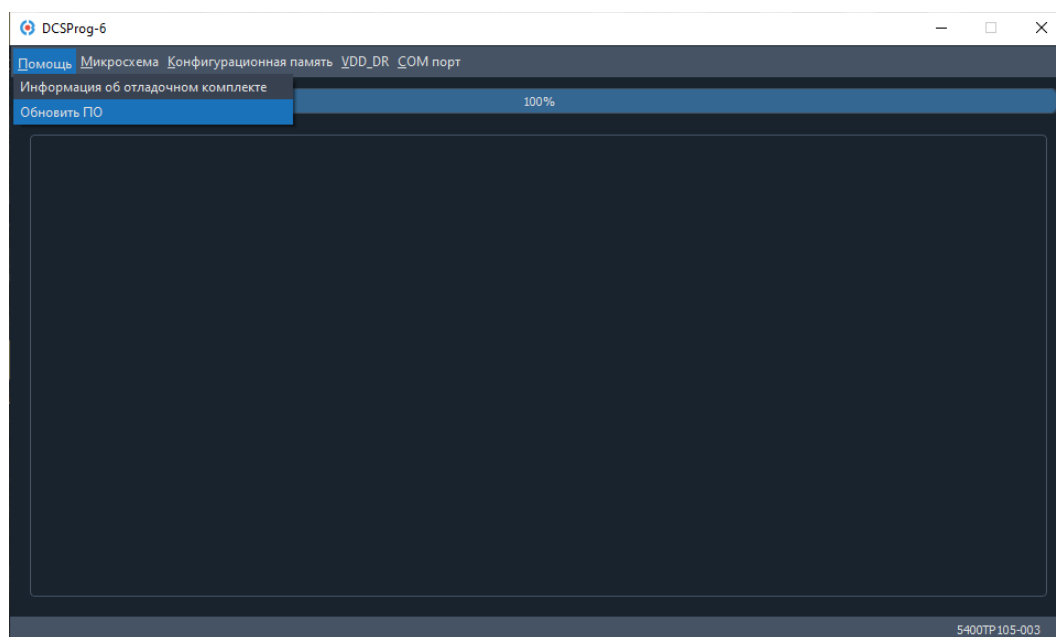

Рисунок 60. Меню обновления DCSProg6
2. Открыть программу DCSProg6.exe из скачанного архива и выполнить «Помощь» → «Обновить ПО» (Рисунок 60).